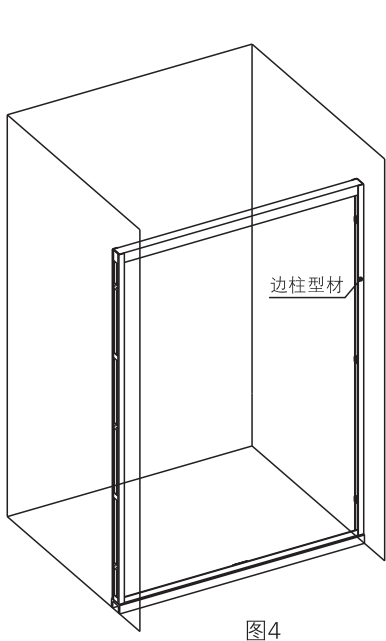
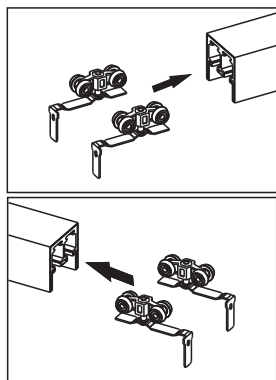
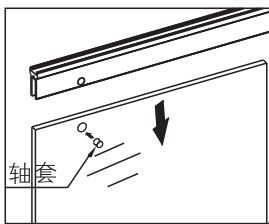

图4
图4-1
图4-3
5. 先将滑轮与七字钢片装配好, 然后分别卡入“上导轨型材”中, 注意钢片放置方向(如图4-1所示), 再将“上导轨型材”插入边柱型材中(如图4, 4-2所示), 随后将铝材AL-343GM分别卡入活动平玻璃中(注意卡入铝材前要将轴套放入玻璃孔中), 用螺丝锁紧并盖上装饰盖(如图4-3、4-4所示)。